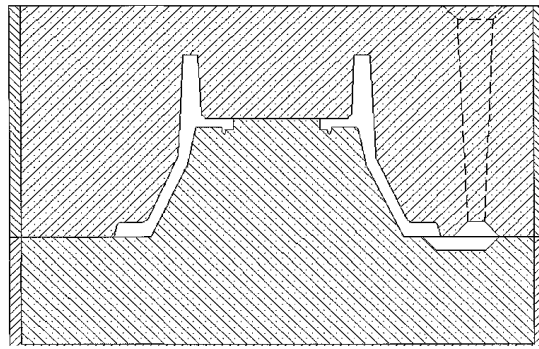

Рис. 3.2 Форма в сборе при единичном производстве отливки
10. определить рациональное положение отливки в форме и выбрать поверхность разреза при единичном характере производства отливок, привести эскиз формы в сборе с литниковой системой (рис. 3.2), и, если это необходимо, прибылями или холодильниками;